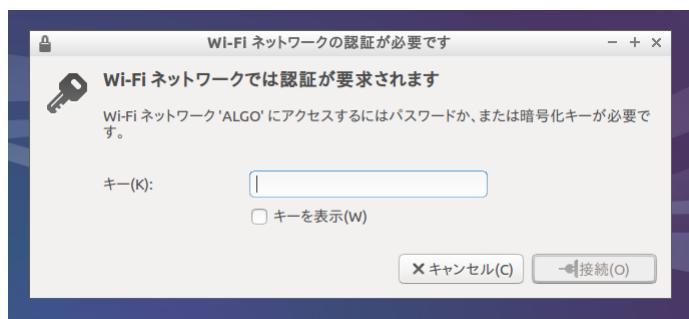

図2-5-2. キー入力画面
- ② 図2-5-2のようなキー入力画面が表示されます。キーを入力し、[接続]を押してください。